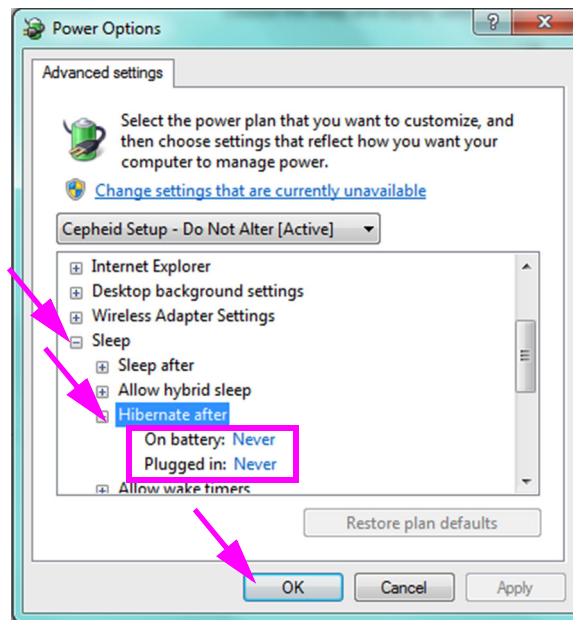
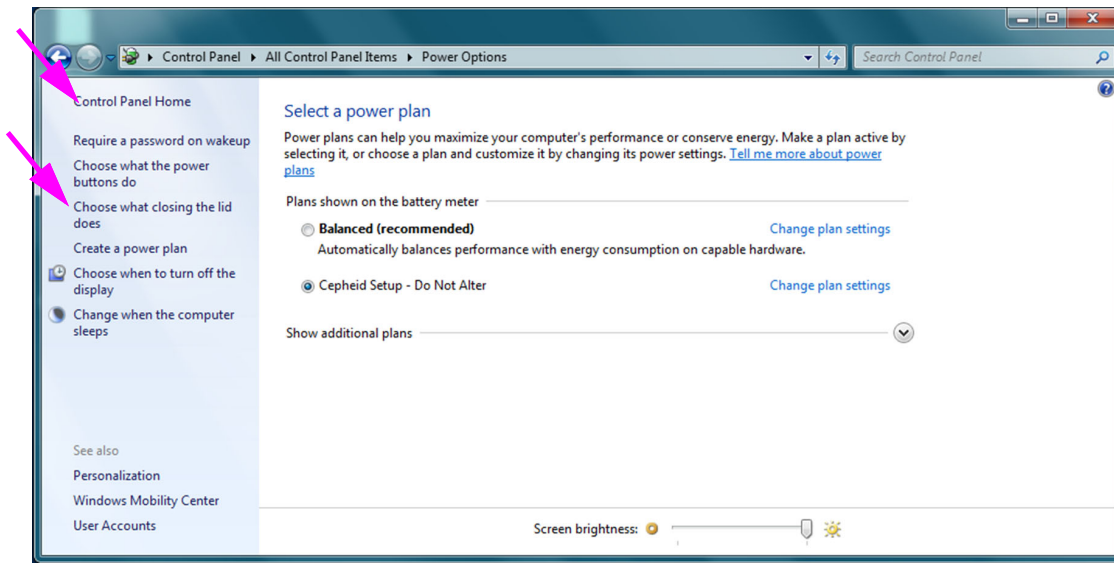

Figura 2-21. Janela Power Options - Advanced Settings (Opções de Energia - Definições avançadas)
Figura 2-22. Janela Power Options (Opções de Energia)
- Clique em **Change advanced power settings (Alterar definições avançadas de energia)** (consulte a figura 2-20). Aparece a janela Advanced Settings (Definições avançadas) das Power Options (Opções de energia). Consulte a figura 2-21.
6. Na janela Advanced settings (Definições avançadas) das Power Options (Opções de energia), faça duplo clique em **Sleep (Suspend)** para expandir a vista e depois faça duplo-clique em **Hibernate after (Hibernar após)**. Consulte a figura 2-21.
- A. **Computadores de secretária:** Certifique-se de que o valor das **Settings (Definições)** é definido para zero (0) ou **Never (Nunca)**. Se ainda não estiver, altere o valor da **Settings (Definições)** para zero (0) ou **Never (Nunca)**.
- B. **Apenas portáteis:** Verifique se os valores **On battery (Ligado à bateria)** e **Plugged in (Ligado à corrente)** estão definidos para **Never (Nunca)**. Se não estiverem, clique em **On battery (Ligado à bateria)** e/ou em **Plugged in (Ligado à corrente)**, e utilize as teclas de seta para cima/baixo para definir os valores para zero (0) na opção seleccionável.
8. Clique em **Cancel (Cancelar)** para fechar a janela Edit Plan Settings (Editar Definições do Plano). Aparece a janela Power Options (Opções de energia) (consulte a figura 2-22).